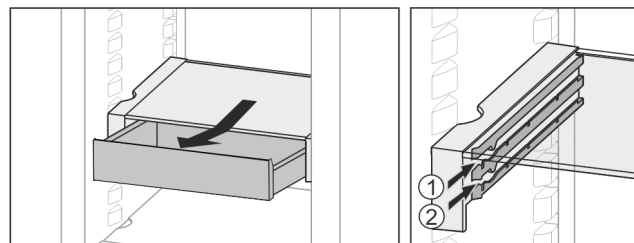

Fig. 26
- Inserire all'altezza desiderata Fig. 26 (1) o Fig. 26 (2).